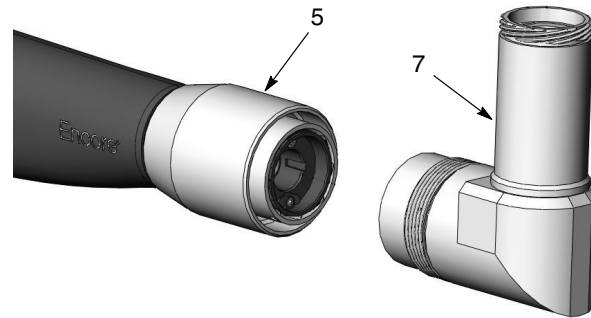

Figure 6 Installation de l'extension sur le pistolet de pulvérisation
5. Voir la figure 6. Installer l'extension (7) sur le pistolet, l'orienter dans le sens souhaité, puis visser l'écrou de corps (5) sur l'extension. Serrer l'écrou à la main.
3. Voir la figure 6. Dévisser l'écrou de la buse et retirer l'extension du pistolet de pulvérisation.
1. Voir la figure 6. Installer le corps de l'extension sur le pistolet, l'orienter dans le sens souhaité, puis visser l'écrou de corps sur l'extension. Serrer l'écrou à la main.